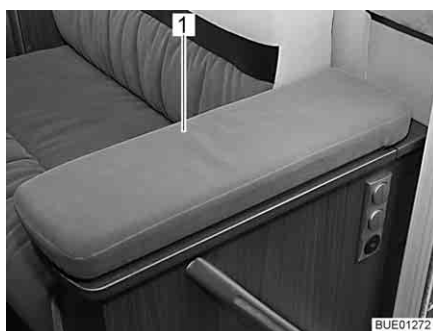
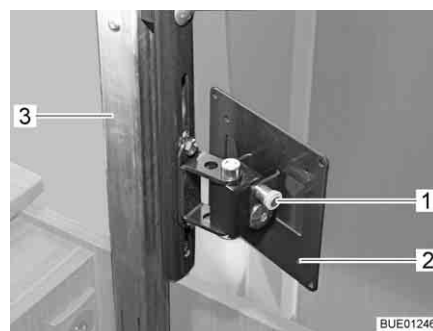

Fig. 69 Scomparto TV
Fig. 70 Meccanismo di sollevamento
- Spingere leggermente verso il basso il coperchio (Fig. 69,1) dello scomparto TV premendo sulla sua parte centrale. La colonnina di espulsione (Fig. 70,3) si sblocca e si sposta verso l'alto.
- Tirare il bottone di sbloccaggio (Fig. 70,1) e inclinare il supporto (Fig. 70,2) con lo schermo piatto nella posizione desiderata.
- Ruotare lo schermo piatto all'indietro nella sua posizione iniziale, finché il supporto (Fig. 70,2) non si innesta nel bloccaggio.
- Spingere in basso la parte centrale del coperchio (Fig. 69,1) opponendosi alla resistenza della colonnina di espulsione (Fig. 70,3) finché il bloccaggio non si innesta.